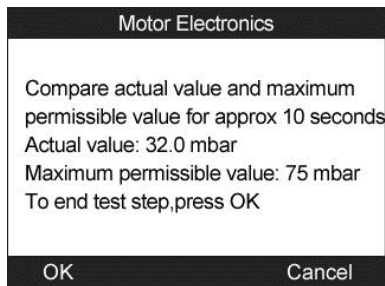

Figura 13.40
- c) Compruebe la contrapresión de escape con el motor al ralentí. El instrumento leerá el valor real de la contrapresión y lo comparará con el límite superior. (Figura 13.40) Seleccione **OK** para continuar con la prueba o **Cancelar** para volver al menú anterior.